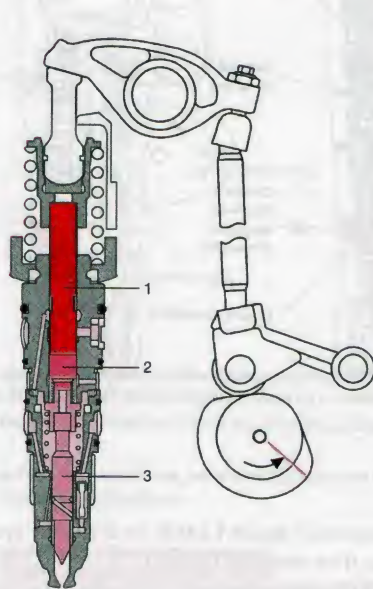

Figure 81.2. Position des pièces came au PMB, pistons en position haute (Doc. Scania)
- Butée mécanique haute des trois pistons, came au point mort bas (fig. 81.2) : les pistons sont remontés sous la pression des *ressorts* de chacun, le circuit est en phase de préparation durant la rotation de la came restant au PMB.